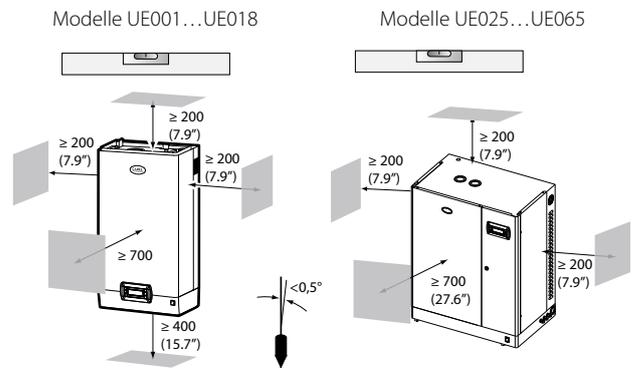

Fig. 1.c
- Den Befeuchter horizontal ansetzen und den Mindestabstand einhalten (siehe Fig. 1.d), damit die nötigen Wartungsarbeiten durchgeführt werden können.
Den Befeuchter mit den im Lieferumfang enthaltenen Schrauben und der bereits angeschraubten Befestigungsvorrichtung an der Wand montieren (für die Abmessungen in mm siehe Fig. 1.d).